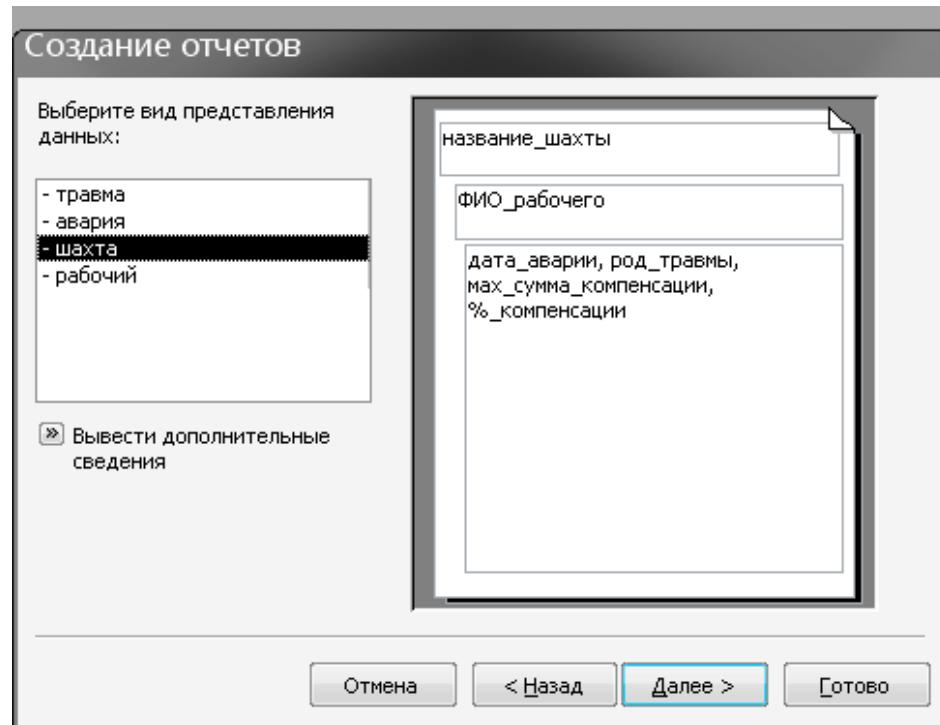

Рис. 2.22
4. З'явиться вікно, як показано на рис. 2.22. У вікні, що з'явилося, вибрati потрiбний тип представлення даних, а потiм кладнути по кнопцi **Далее**.